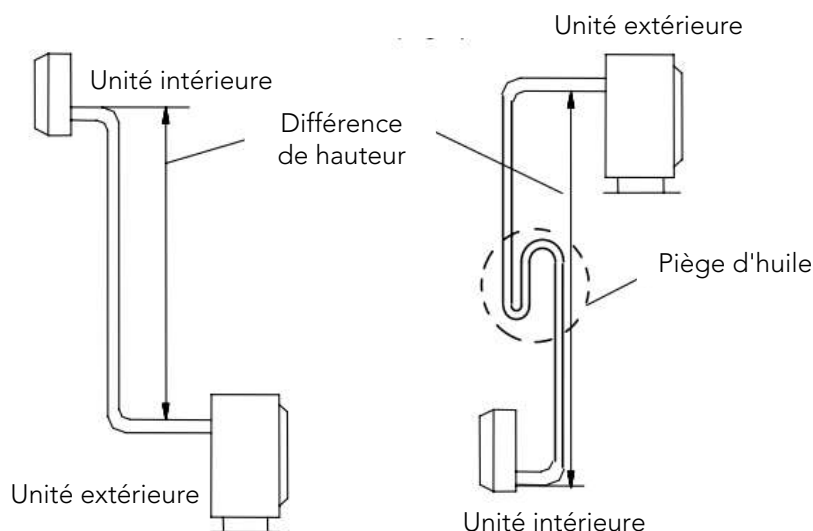

Fig 3
- Si la position d'installation de l'unité extérieure est plus élevée que celle de l'unité intérieure et que le tuyau est plus long que 10 m, veuillez ajouter un piège à huile dans le tuyau de gaz tous les 8 m (Fig. 3)